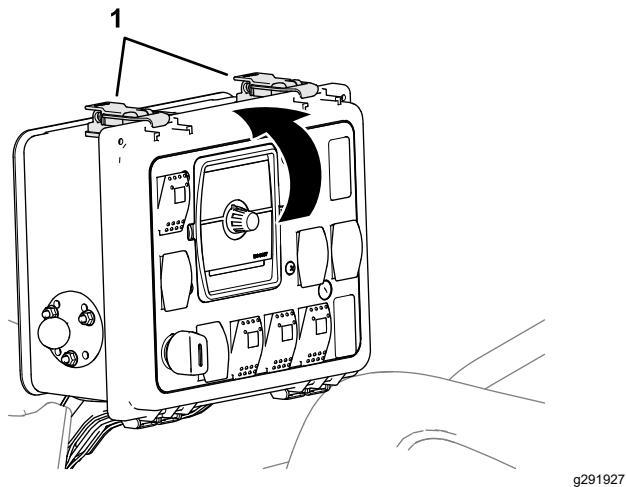

Figure 42
- 4. Fermez le panneau de commande de la console de commande du pulvériseur, et sécurisez le panneau à l'aide des deux dispositifs de verrouillage (Figure 42).